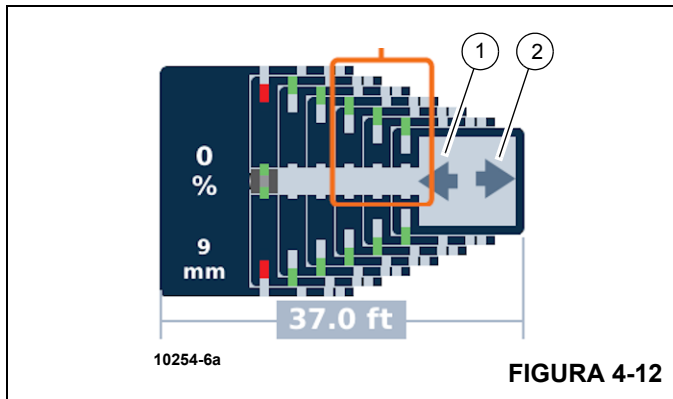

FIGURA 4-12
La telescopización se inicia solo si aparece la flecha izquierda de retracción (1, Figura 4-12) o la flecha derecha de extensión (2) en el lugar indicado de la pantalla de funcionamiento (ya sea la pantalla de telescopización semiautomatizada o manual).